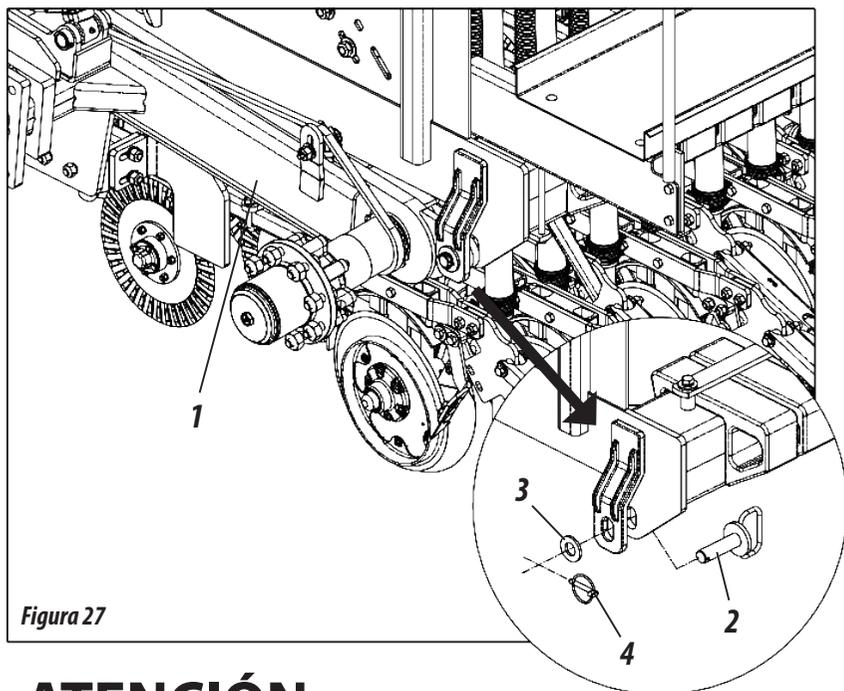

Figura 27
- 2- A continuación, retire el perno de articulación del eje, **comose muestra en la figura 27, página 30.**
- 3- Posteriormente, levante las líneas a través del accionamiento total de la carrera de los cilindros y coloque el pestillo (4) en los vástagos de los cilindros centrales (5) sujetándolos con el perno (6) y pestillo (7).
*La no retirada del perno de articulación del eje (figura 27, página 30) antes de levantar las líneas, provocará daños a la sembradora.*
- 5- Antes de transportar la sembradora, asegúrese que esté nivelada en relación al suelo; de lo contrario, nivélela a través del regulador (10) del cabezal.
### SISTEMA DE FIJACIÓN Y ARTICULACIÓN DE LAS RUEDAS (FIGURA 27)